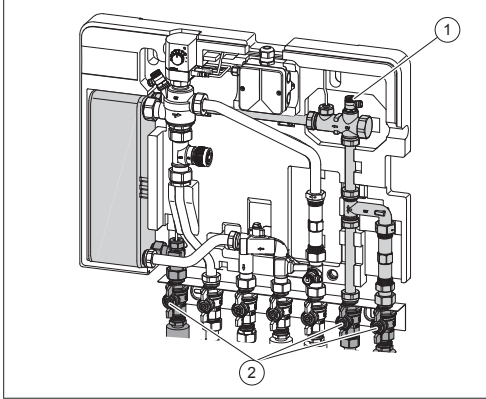

Fig. 3: Démontage / montage du capteur de débit
- Fermer les 3 robinets à tournant sphérique marqués (voir Fig. 3 (2)) du bloc de raccordement avec robinets à tournant sphérique.
(1)	Purgeur d'air (dans le corps du capteur de débit)
(2)	Robinet à tournant sphérique
- Ouvrir le purgeur d'air (voir Fig. 3 (1)) au capteur de débit pour mettre la conduite hors pression.